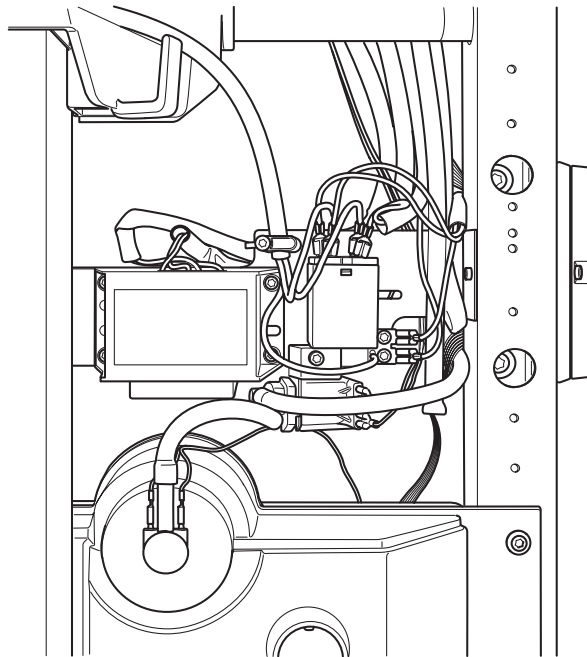

Fig. 13d
- Die Kabelbäume gemäß Fig. 13d verlegen.